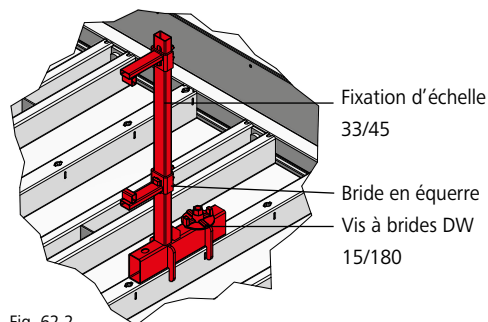

Fig. 62.2
2. Installer la fixation d'échelle sur la traverse multifonction avec une vis à brides DW 15/180 (Fig. 62.2).